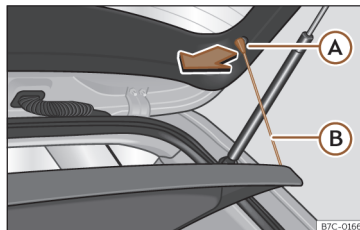

Fig. 117 En el maletero: desmontar y montar la bandeja.
- Desenganche los tirantes de sujeción >>> **fig. 117** **(B)** de los alojamientos **(A)**.
- Enganche los tirantes de sujeción >>> **fig. 117** **(B)** en el portón trasero.